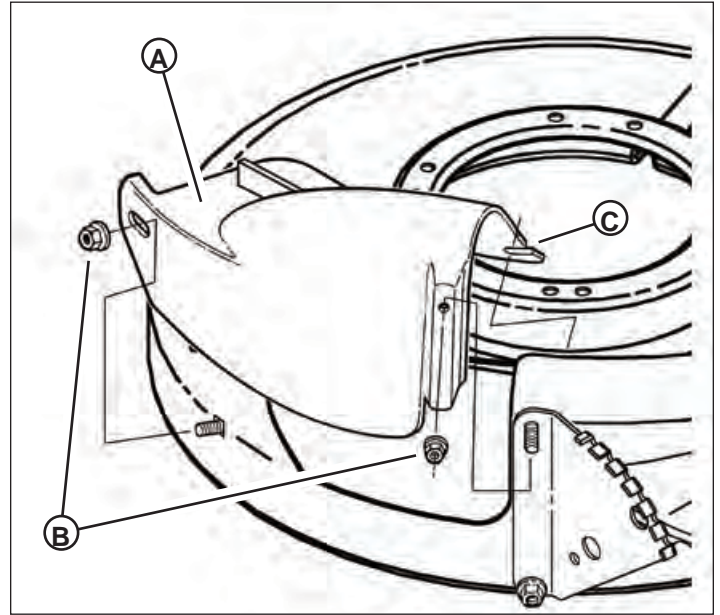

Figure 20
Installer l'adaptateur du sac à herbe (A, Figure 20) et fixer au côté et au haut du plateau avec les deux écrous fournis avec la machine (B). Glisser la portion du haut du couvercle sous l'écrou et s'assurer que la fente (C) est complètement en dessous de l'écrou.